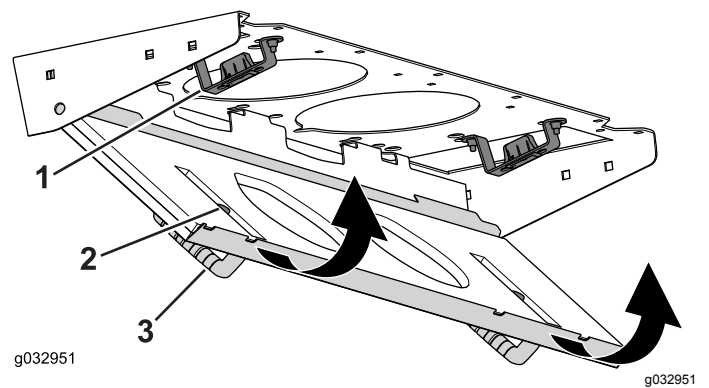

Figura 93
4. Rode o painel de filtro em volta das patilhas até que a lingueta entre no conjunto de montagem do trinco (Figura 93).